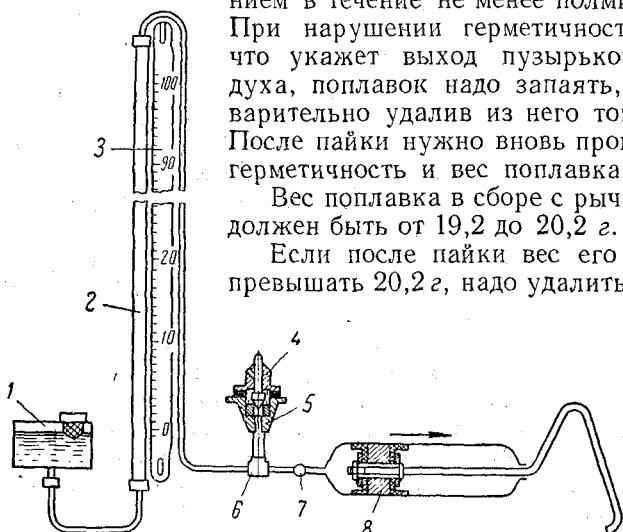

Рис. 27. Схема вакуумной установки для проверки герметичности игольчатого клапана:
**Проверка герметичности собранного игольчатого клапана подачи топлива.** Герметичность собранного игольчатого клапана подачи топлива проверяют на специальных вакуумных установках. Схема одной из таких установок приведена на рис. 27.
а) проверить герметичность клапана 29 экономайзера с механическим приводом (см. рис. 26); проверку можно проводить на той же специальной установке, приведенной на рис. 27, и тем же способом;